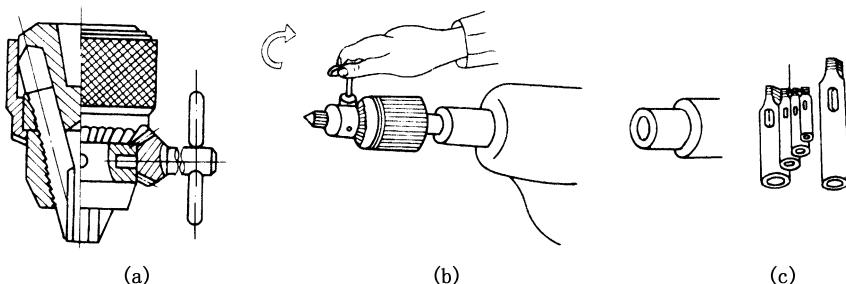

图 3-33 用钻夹头安装中心钻
(1) 中心钻装在钻夹头上安装。用钻夹头钥匙(图3-33(a))逆时针方向旋转钻夹头的外套，使钻夹头三个爪张开，然后将中心钻插入三个夹爪中间，再用钻夹头钥匙顺时针方向转动钻夹头外套，通过三个夹爪将中心钻夹紧(图3-33(b))。
(2) 钻夹头在尾座锥孔中安装。先擦净钻夹头柄部和尾座锥孔，然后用左手推钻夹头，沿尾座套轴线方向将钻夹头锥柄部用力插入尾座套锥孔中，如钻夹头柄部与车床尾座锥孔大小不吻合，可增加一合适过渡液锥套后再插入尾座套筒的锥孔内（图 3-33（c））。
(3) 校正尾座中心。工件装夹在卡盘上，启动车床，移动尾座，使中心钻接近工件端面，观察中心钻钻头是否与工件旋转中心一致，然后紧固尾座。
(4) 转速的选择和钻削。由于中心钻直径小，钻削时应取较高的转速，进给量应小而均匀，切勿用力过猛，当中心钻钻入工件后应及时加切削液冷却润滑，钻毕时，中心钻在孔中应稍作停留，然后退出，以修光中心孔，提高中心孔的形状精度和表面质量。